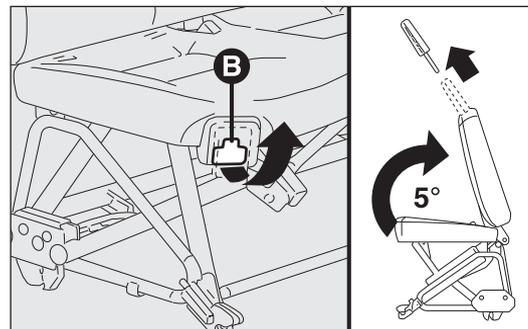

Abb. 33
- den Hebel B – Abb. 33 mit der rechten Hand anheben (befindet sich unterhalb des Hebels A);